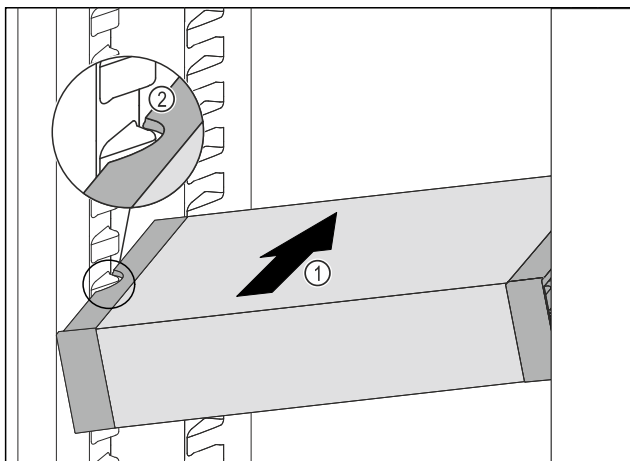

Fig. 82
- ▶ Вставити висувний ящик VarioSafe під кутом в охолоджувальне відділення Fig. 82 (1), доки бокові поглиблення Fig. 82 (2) VarioSafe не будуть розташовуватися на рівні ребра для ємності в охолоджувальному відділенні.